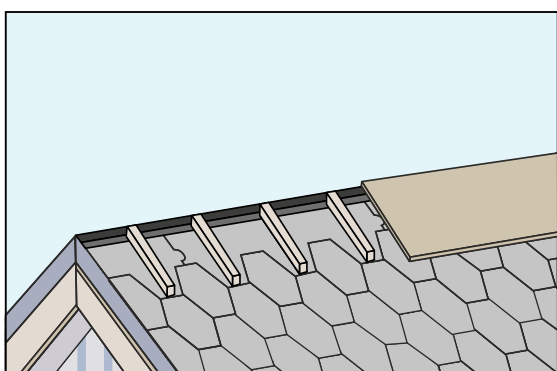

Рис. 33
- Вариант 2 (Из OSB (рис.33) рекомендации по устройству см. стр.29 Приложение 4)